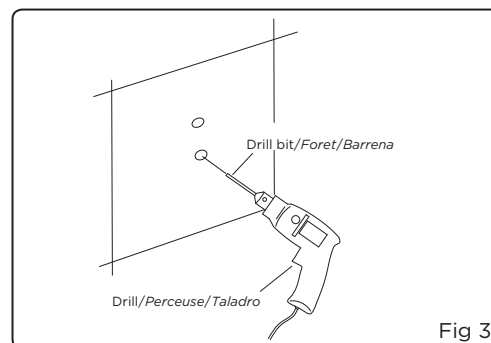

Fig 3
3. Using the drill bit, carefully drill four holes. TIP: INSTALL ONE POST, THEN ASSEMBLE SLIDE BAR AND CONFIRM HOLE POSITION OF SECOND POST BEFORE DRILLING (Fig 3).
À l'aide d'un foret, perceré licatement les quatre trous. CONSEIL: INSTALLER UN POTEAU, PUIS ASSEMBLER LA BARRE DE MONTAGE. VÉRIFIER LA POSITION DU TROU DU SECOND POTEAU AVANT DE PERCER (fig. 3).
À Use la broca para taladrar 4 orificios. DESPUÉS DE INSTALAR EL PRIMER MONTANTE, ENSAMBLE LA BARRA Y CONFIRME LA POSICIÓN DEL SEGUNDO MONTANTE ANTES DE TALADRAR (fig. 3).